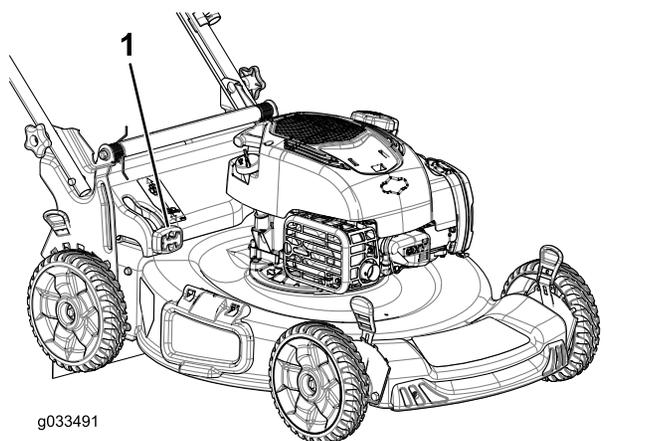

Рисунок 20
- Для сбора скошенной травы и листьев в мешок нажмите кнопку на рычаге включения сбора в мешок и двигайте рычаг вперед, пока кнопка на нем не вернется в исходное положение (Рисунок 20).